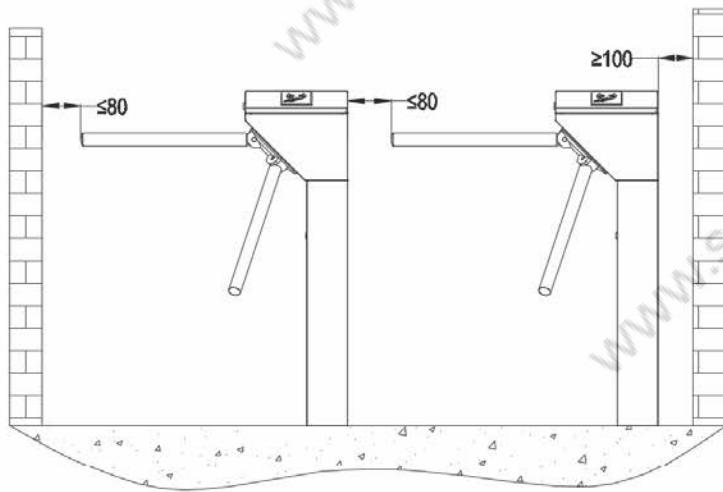

Рис. 3-1
- Расстояние от преграды до края преграждающих планок не должно превышать 80 мм. (см рис. 3-1).
Оборудование должно быть установлено на бетонном основании, убедитесь в качественном крепеже болтами. Мы советует Вам установить вспомогательную раму для образования полноценной проходной линии, как показано на рис. 3-1.